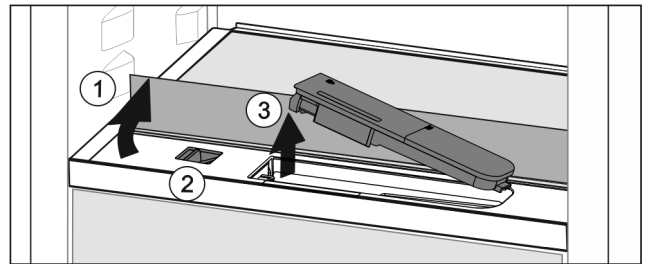

Fig. 145
- ▶ Løft glaspladen og klap den bagud til anslag *Fig. 145 (1)*.
- ▶ Skyd skyderen *Fig. 145 (2)* mod venstre.
- ▶ Tag vandbeholderen *Fig. 145 (3)* ud.